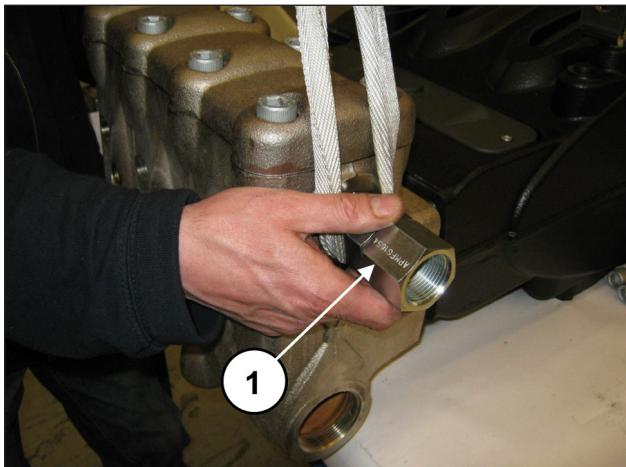

Fig. 108
Durant le démontage de la tête hydraulique, veiller à ne pas heurter les pistons (rep. ①, Fig. 108).